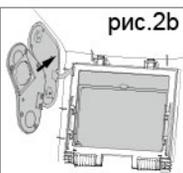

рис.2b
- Внутренняя часть внешнего корпуса контроля должна быть помещена в положение указанное на рис.2b и установлено согласно картинке 2b. Осторожно надавите на внешнюю часть корпуса управления, чтобы он отлично сел в маску.